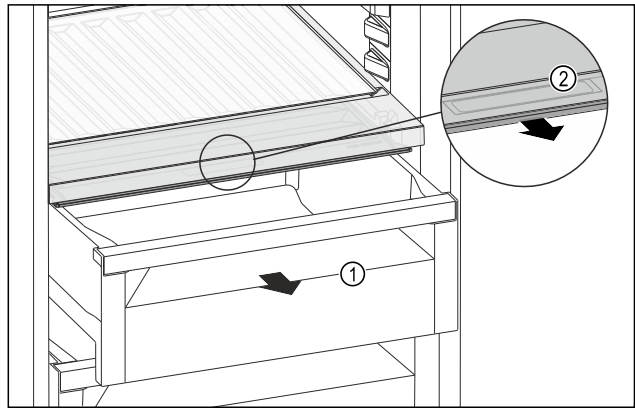

Fig. 199
- Schubfach Fig. 199 (1) herausziehen.
- Griffmulde Fig. 199 (2) am Fachdeckel anfassen und Fachdeckel gleichzeitig nach vorne ziehen.